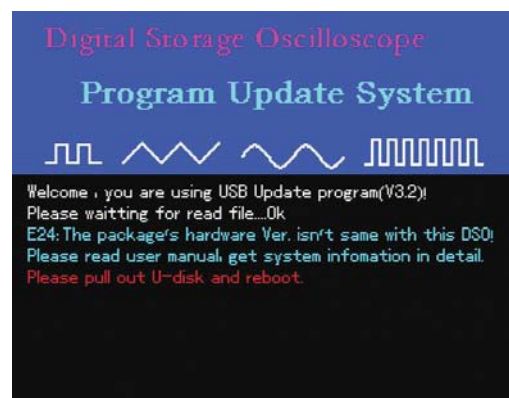

Figura 5-13
8. Si la versión del hardware del programa de actualización es incompatible con el del equipo, el indicador de la figura 5-13 aparecerá: "E24: La versión de hardware del paquete no es el mismo que el de DSO. Por favor lea el manual de instrucciones, para detalles del sistema. Por favor retire el disco U y reinicie".
9. Si la versión del software del programa de actualización es incompatible con el del equipo, el indicador de la figura 5-13 aparecerá: "E24: La versión de software del paquete no es el mismo que el de DSO. Por favor lea el manual de instrucciones, para detalles del sistema. Por favor retire el disco U y reinicie".